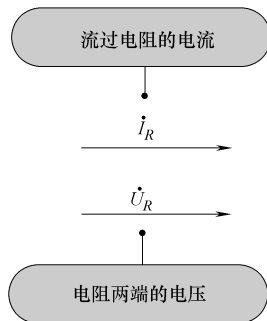

图 9-63 电阻器上电流与电压之间的相位关系示意图
1) 电阻器上电流与电压之间的相位关系。电压和电流之间的相位是指电压变化时所引起的电流变化的情况。当电压在增大时,电流也在同时增大,并始终同步变化,这说明电压和电流之间是同相位的,即相位差为  $0^\circ$ ,如图9-63所示。